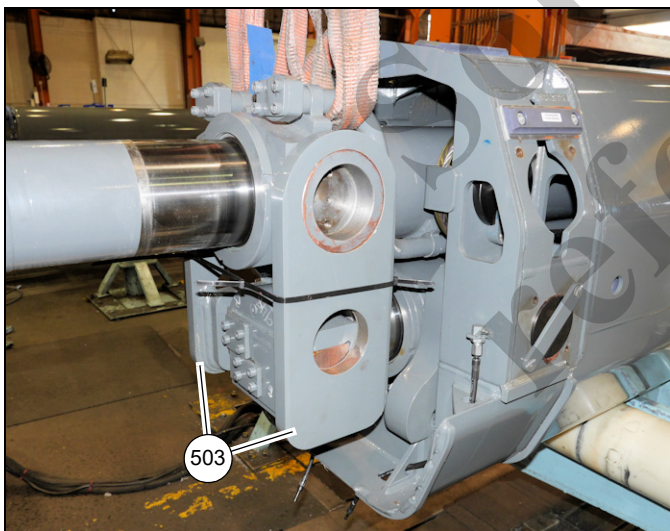

FIGURA 4-18
27. Retire las placas (503) en el lado derecho e izquierdo de los cilindros telescópicos N.º 1 (502) y N.º 2 (501) (vea la Figura 4-18).